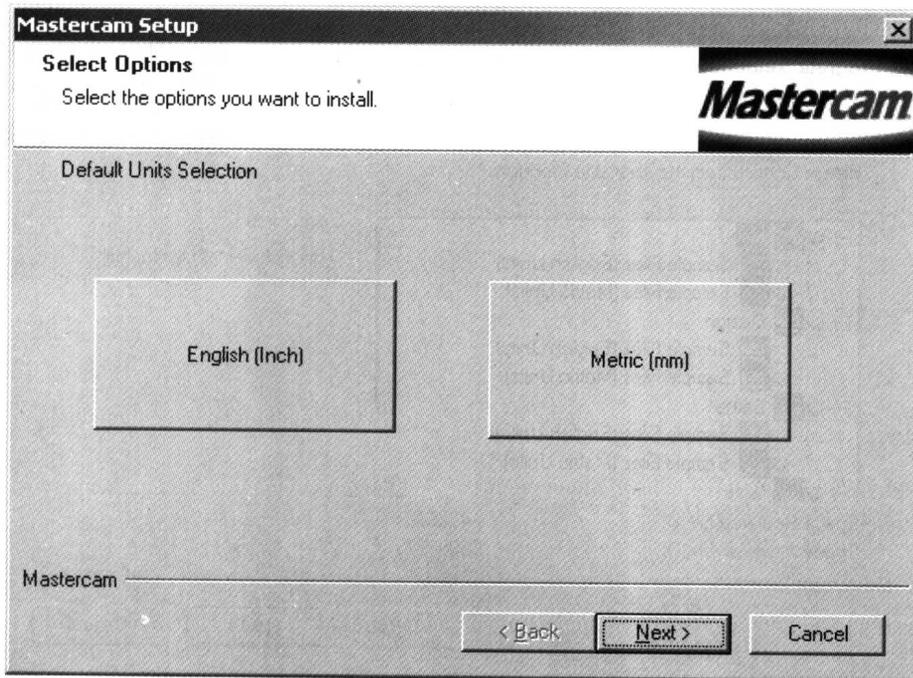

图 1-5 单位制
5. 系统要求选取安装的单位制，如图 1-5 所示。选取 Metric(mm)，然后单击【Next】按钮，继续安装。